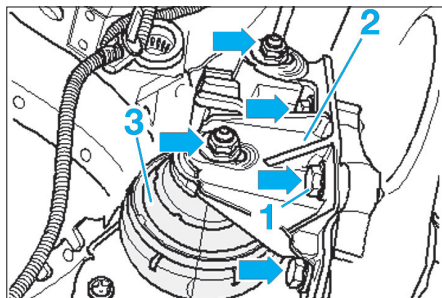

Fig. 9
- Déposer les vis de fixation (1) et retirer le support (2) (Fig.9).